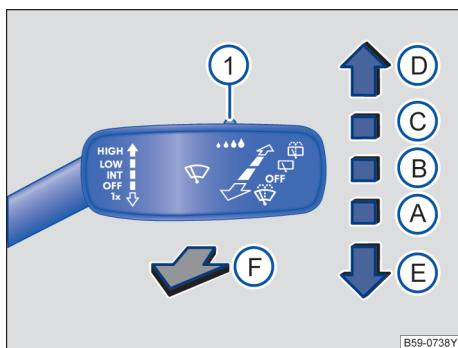

图 102 操作车窗玻璃刮水器
- (A) OFF 车窗玻璃刮水器已关闭。
- (B) INT 对车窗玻璃进行间歇刮水。
- (C) LOW 慢速刮水。
- (D) HIGH 快速刮水。
- (E) 1x 点动刮水 - 短促刮水。
- (F) 拉住操作杆时用于清洁车窗玻璃的刮水和自动清洗功能。
- (G) 后风窗刮水器间歇刮水。风窗刮水器约每 6 秒钟刮一次。
- (H) 将操作杆拨至该位置，系统立即启动清洗/刮水功能，清洗后风窗。
- (I) 使用开关→图 102①调节雨量传感器的灵敏度。
- 向下短按车窗玻璃刮水器操作杆 → 图 102 ⑤。